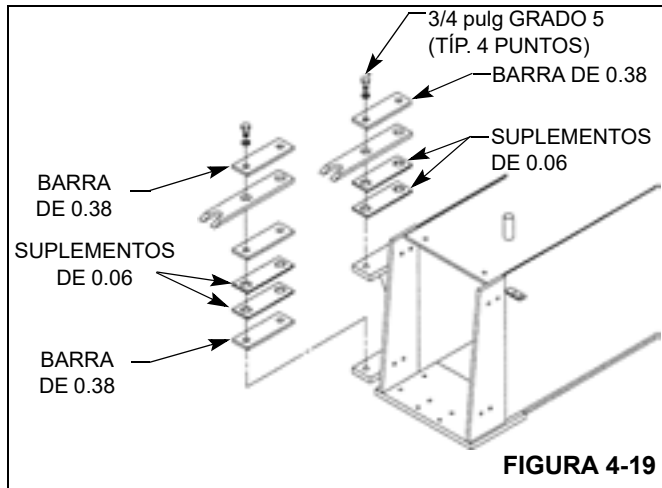

FIGURA 4-19
1. Use pernos para fijar sin apretar los dos conjuntos de orejetas con suplementos y barras, de la manera ilustrada en la Figura 4-19, al costado de la primera sección de la pluma.